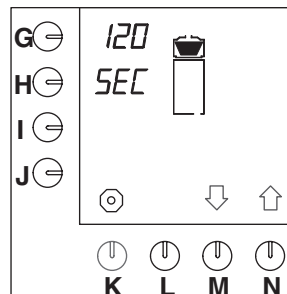

Abb. 36 Nachtropfzeit
- Drücken Sie auf die Wahl taste (N.)↑, bis Abb.36 im Display erscheint.